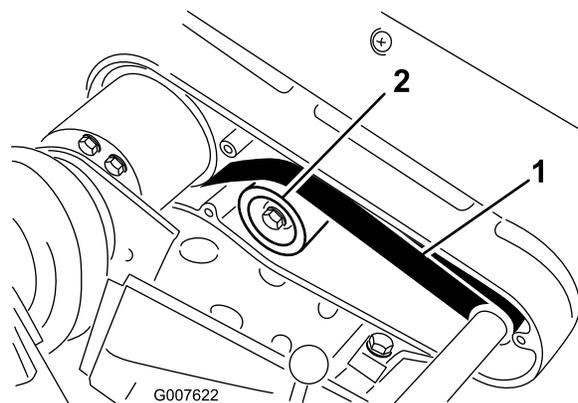

Figura 32
2. Verificate la tensione premendo sulla cinghia (Figura 32) al centro tra le pulegge, applicando una forza di 2,3–2,7 kg. La cinghia deve curvarsi di 6 mm.
- A. Allentate il dado di fissaggio della puleggia tendicinghia e ruotate la puleggia in senso orario verso il retro della cinghia, fino a ottenere la tensione desiderata (Figura 32).